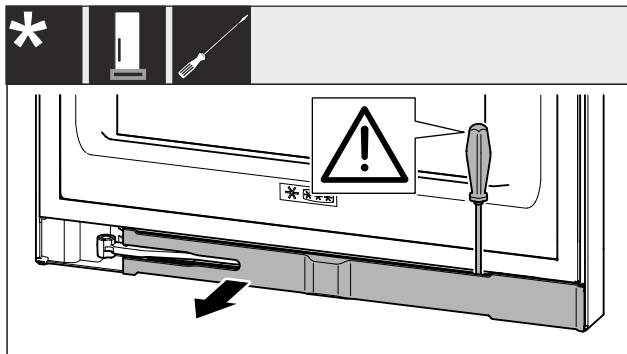

Fig. 3
- ▶ Pattintsa ki a takarólemezt lapos csavarhúzóval, és fordítsa oldalra Fig. 3 ().